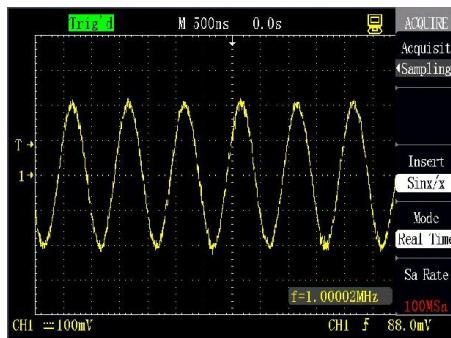
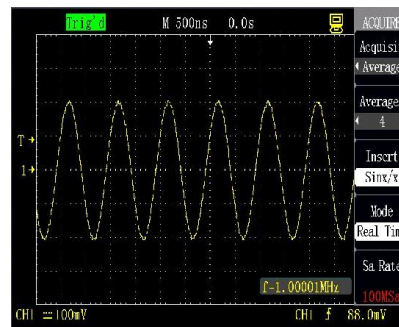

Figura 2-40 Modo de amostragem
Figura 2-41 Modo de valor médio
**Vantagem:** Neste modo ruídos aleatórios ou desvinculados no sinal exibido podem ser exibidos. O sinal mostrado na figura 2-40 possui um ruído forte, enquanto que o sinal mostrado na figura 2-41 adota o modo de valor médio, então o ruído é muito reduzido. O que chama a atenção é que: quanto mais alto o tempo médio, melhor será a qualidade da forma de onda, mas a velocidade de atualização da forma de onda será mais lenta.